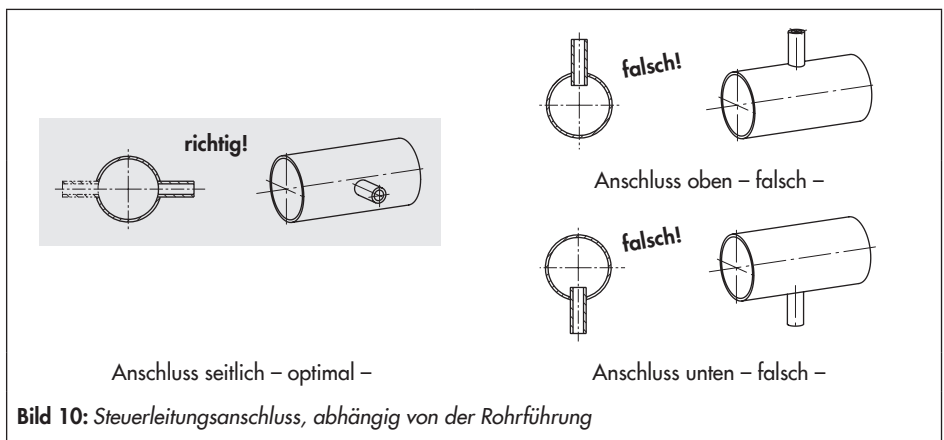

Bild 10: Steuerleitungsanschluss, abhängig von der Rohrführung
- Externe Steuerleitungen seitlich an der Hauptleitung anschließen, vgl. Bild 10.